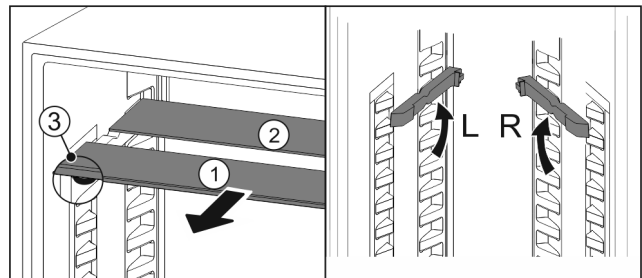

Fig. 46
- ▶ Glasplaten afzonderlijk vanaf de voorkant eruit trekken Fig. 46 (1).
- ▷ Glasplaat Fig. 46 (1) met sierlijst ligt voor.
- ▷ Stops Fig. 46 (3) zijn naar onder gericht.